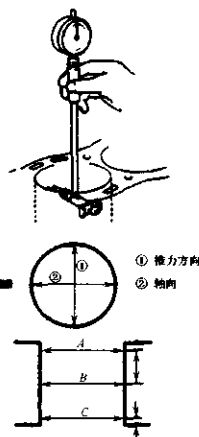

图 2-5 测量气缸磨损量
①根据气缸的直径，选用长度适当的接杆装在量缸表下端。
②测量气缸圆柱度误差。将调整好的量缸表，放在气缸上口内，分别在 A、B、C 的方向和轴向，测量气缸孔径，如图 2-5 所示。在活塞行程范围内上下活动，测量气缸周围的每个角度，找出气缸磨损最大位置。然后转动表盘使表针指到“0”位上，再将量缸表垂直移至距气缸下口 10~20 mm 处，在此测得的读数的一半，就是该气缸的圆柱度误差。
③测量气缸圆度误差。将量缸表置于气缸上口内已经找到的最大磨损处，在此位置转动表盘，使指针在“0”位上，将量缸表在此水平位置上转动 90°，指针所指的读数之半，即为气缸圆度误差。